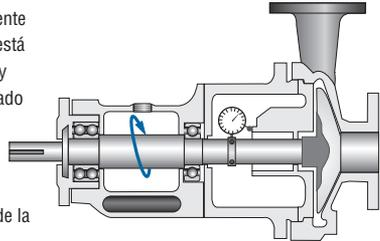

Figura 3
**Nota:** asegúrese de que el movimiento axial en el extremo del eje no afecte la lectura. Verifique el acabado de superficie del frente de la cámara del sello para que haya una buena unión en la junta. Consulte la Figura 3.